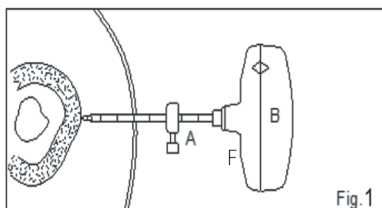

Fig.1
FIG. 1 In base alla profondità dell'osso da raggiungere, regolare il misuratore di profondità sulla cannula di taglio (A) sul contrassegno di centimetri appropriato e serrarlo per avere una guida visiva. Ruotando in senso antiorario introdurre la cannula di taglio, il mandrino e l'impugnatura (A+B+F) assemblati fino a impegnare la superficie dell'osso. Nota – Per proteggere il tessuto molle, ruotare in senso antiorario durante l'inserimento attraverso il tessuto molle.